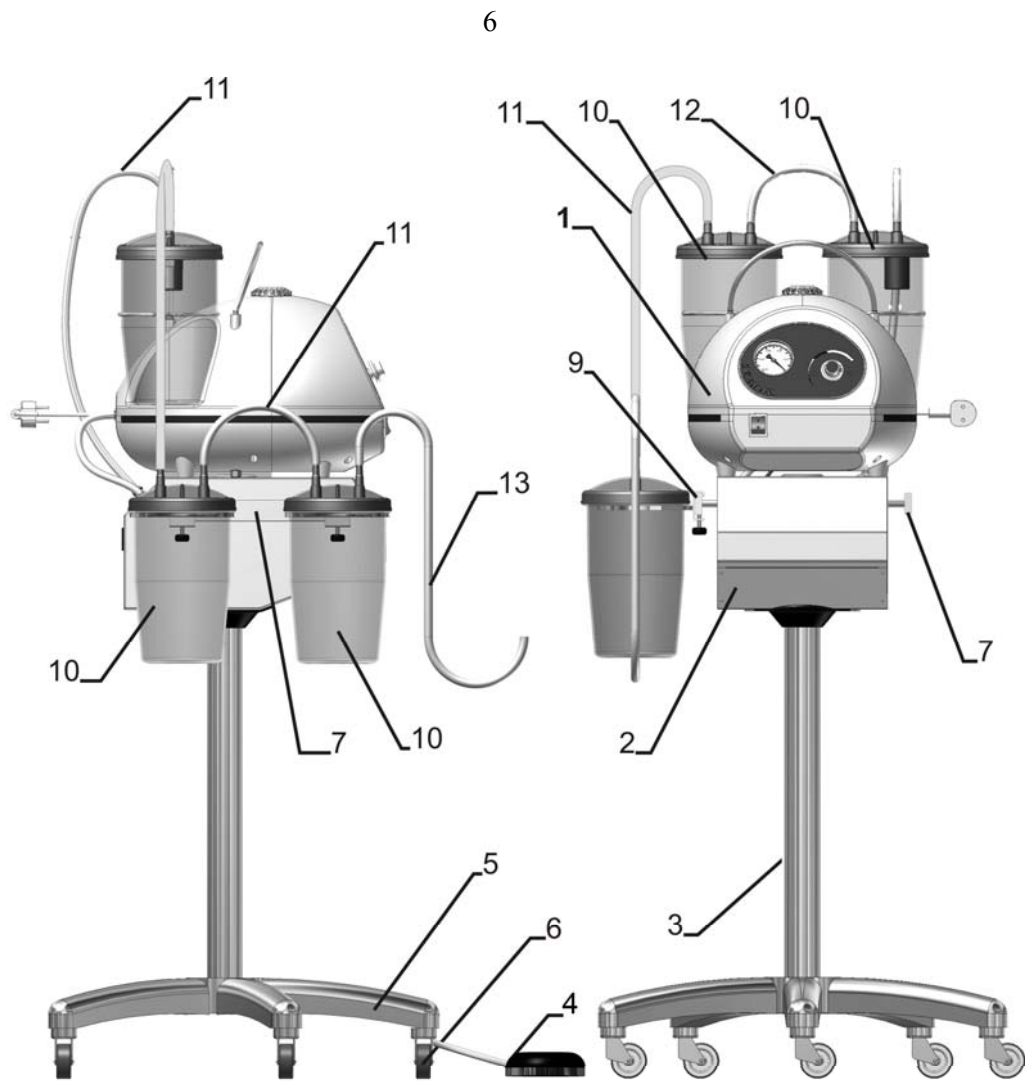

Рисунок 1. Отсасыватель Элема-Н AM4M10
5.2 Отсасыватель состоит из следующих частей (рис.1): верхний блок (1), нижний блок (2), стойка (3), пятилучевая опора (5), колеса (6), две шины (7) для навески дополнительных элементов, пусковая пневматическая педаль с шлангом (4). На шины с помощью держателей (9) с зажимным винтом навешены аспирационные банки (11), соединенные шлангами (12). К входной банке подключен отсасывающий шланг (13).